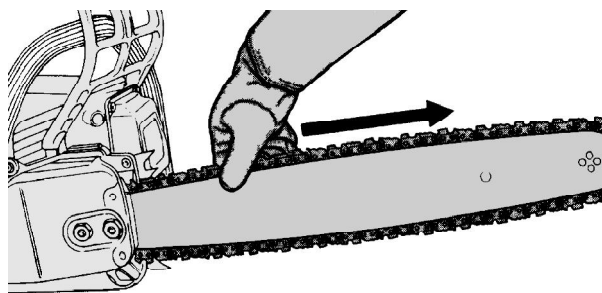

Рисунок 2.13 - Контроль натяжения пильной цепи
2.10.4.1 Пильная цепь натянута правильно, если она соединительными звеньями прилегает к нижнему контуру шины или имеет зазор до 0,5 мм и протягивается от руки по шине при отключенном тормозе пильной цепи без значительных усилий и заклинивания, см. рисунок 2.13.